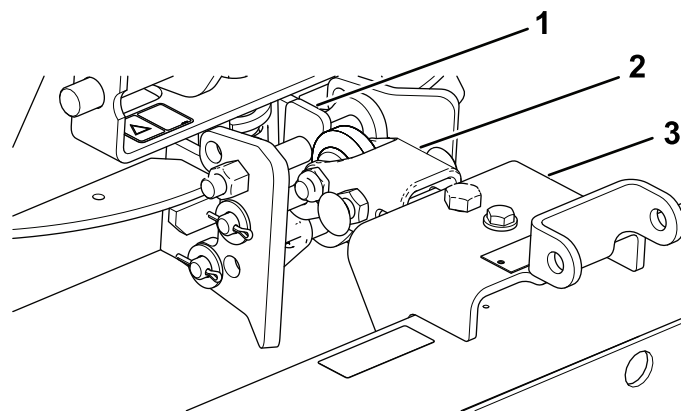

图14
1. 安装挂钩组件使平面侧处于顶部图14。
2. 将牵引杆安装到吊架组件下方图14。